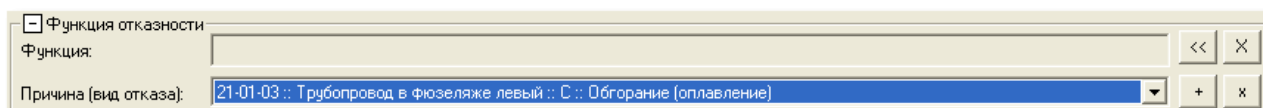

Рис. 7-40
3. В появившемся окне **Вид отказа** в группе полей **Функция отказности** в раскрывающемся списке **Причина (вид отказа)** выберите причину отказа, которую нужно включить в функцию отказности. В списке к выбору представлены виды отказов элементов ЛСИ, являющиеся причинами данного вида отказа (рис. 7-40).